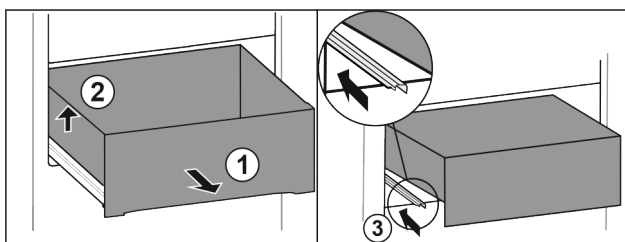

Fig. 77
- ▶ Wysunąć szufladę do oporu. Fig. 77 (1)
- ▶ Unieść szufladę po lewej. Fig. 77 (2)
- ▶ Wsunąć lewą szynę. Fig. 77 (3)